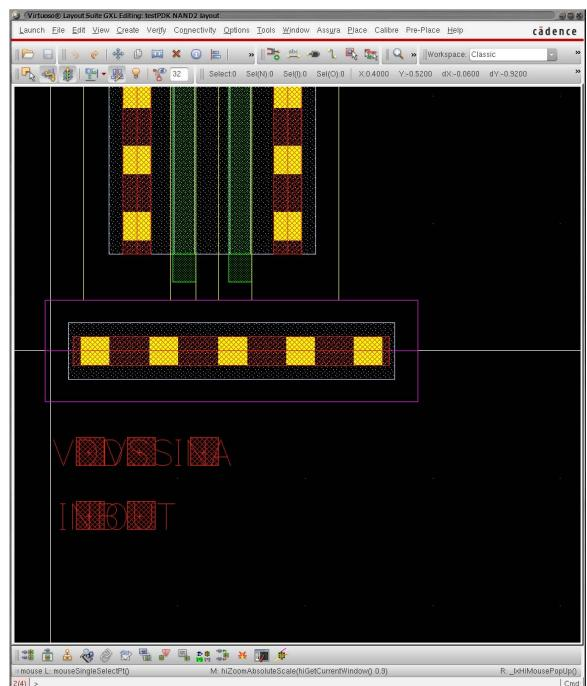

図 42: 基板コンタクト側 Multipart Path の作成
5. 図 42 に示すように、基板コンタクトを置きたい位置に通常の Path を引く要領で Multipart Path を作成する。本例では X 軸に沿うように適当な長さ引いた。さらに、Design Rule 違反を避けるため、NMOS トランジスタの NSD レイヤが Multipart Path の PSD レイヤと接するように NMOS トランジスタを移動しておいた。